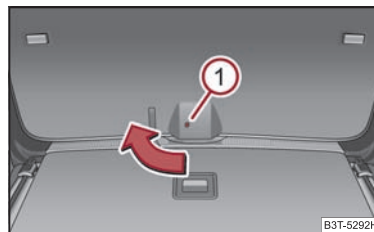

Fig. 36 Descuierea de urgență a capacului portbagajului
- Introduceți o șurubelniță în deschizătură ① ⇒ fig. 36, până la limită.